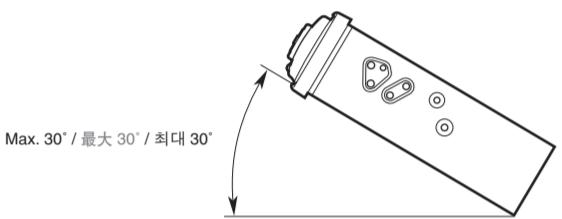

Figure 2 / 圖 2 / 그림 2
- Install the unit within 30° of the horizontal plane. (Figure 2)